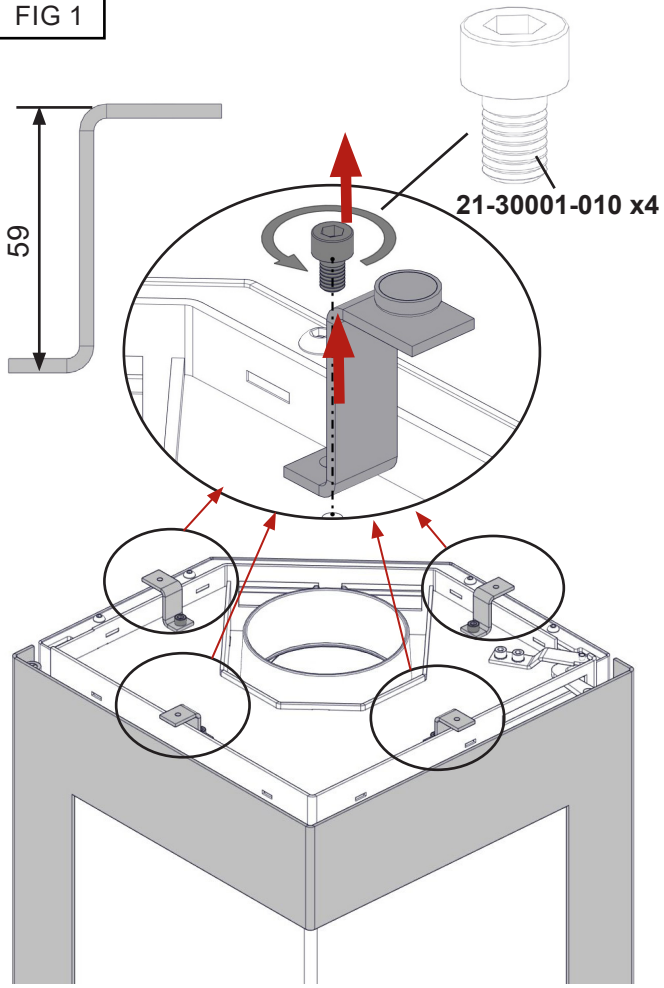

FIG 2
2. Prepare the top part. The rear plate can be moved to either right or left side depending on the exit of the flue (FIG 2).
2. Préparer la partie supérieure. La plaque arrière peut être déplacée à droite ou à gauche en fonction de la sortie du conduit (Fig.2).
2. Förbered den övre delen (den bakre plattan kan flyttas antingen till höger eller vänster, beroende på var røykrøret ska sitta) (FIG. 2).
2. Bereiten Sie das obere Element vor. Die Rückwand kann je nach Rauchgasauslass nach rechts oder links verschoben werden (Abb. 2).